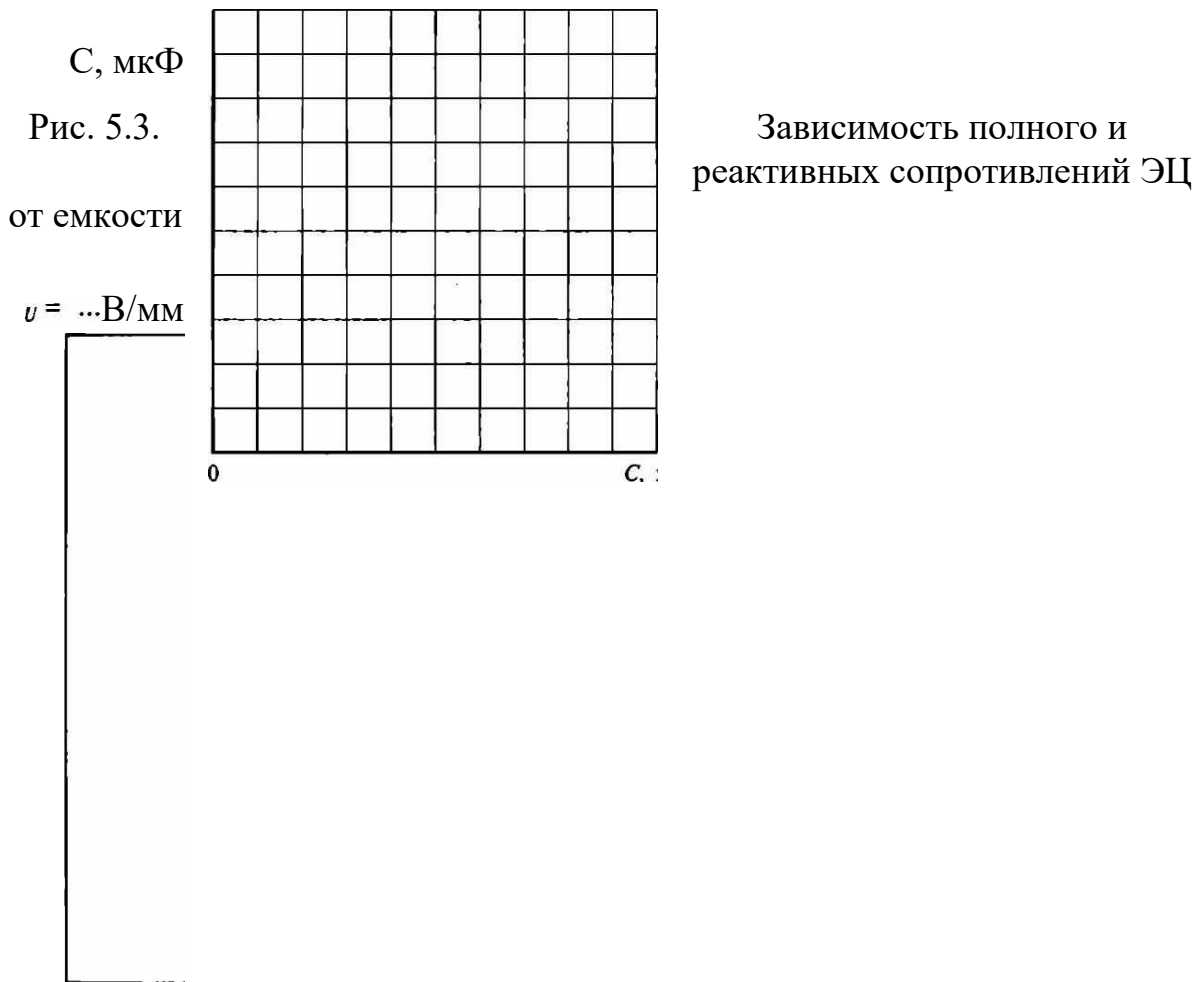

Рис. 5.4. Векторная диаграмма напряжений в ЭЦ с последовательным включением катушки индуктивности и конденсатора
6.3. для одного из случаев, отмеченного в протоколе преподавателем, построить на рис. 5.4 векторные диаграммы напряжений и токов в соответствующем масштабе.